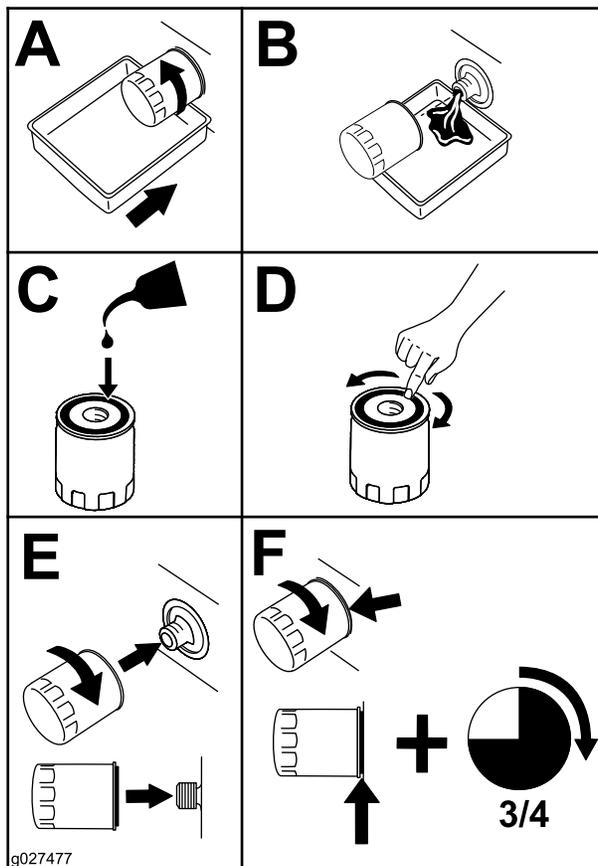

Figura 44
5. Cambiate il filtro dell'olio motore (Figura 44).